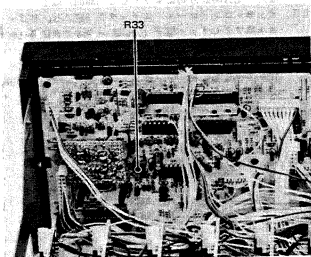

Fig. 4-9
2. If back tension is not within the limits, adjust semi-fixed resistor R33 on the Control PCB (Fig. 4-9) until the torque meter reads  $14 \text{ g} \pm 1 \text{ g}$ .
- 2). もしバック・テンションが上記値より外れている場合には、バック・テンションの値が  $14 \text{ g} \pm 1 \text{ g}$  になる様にコントロール PCB の半固定抵抗 R33 (図4-9) を回して調整する。